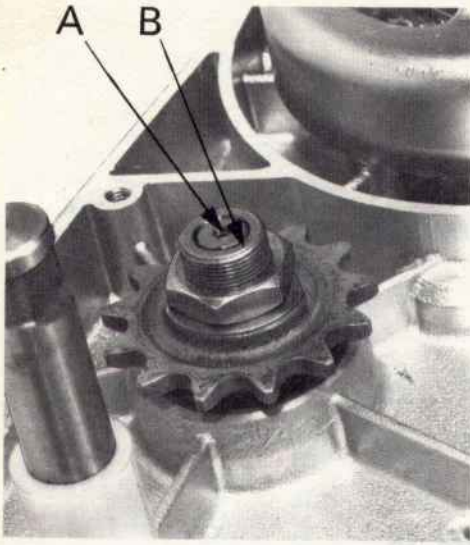

Figure 30
- La tige A est correctement réglée lorsqu'elle affleure l'extrémité B de l'arbre secondaire, la première vitesse étant engagée (figure 30).